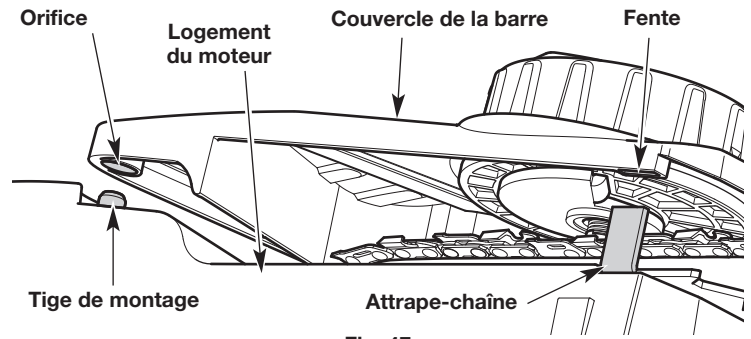

Fig. 47
6. Placer le revêtement de la barre sur le logement du moteur. Assurez-vous que l'attrape-chaîne est correctement fixé dans la fente du recouvre barre (Fig. 47). Assurez-vous que l'attrape-chaîne est correctement fixé dans la fente du recouvre barre (Fig. 47).